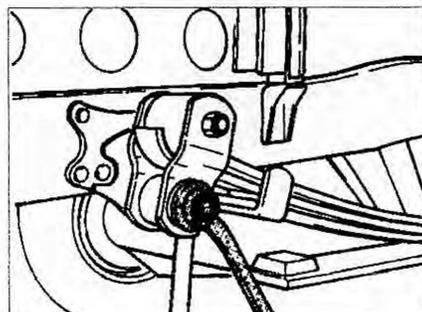

Рис. 5.27. Открутите нижнюю гайку кронштейна рессоры и снимите прокладку.
7. Открутите нижнюю гайку кронштейна рессоры и снимите прокладку (рис. 5.27).